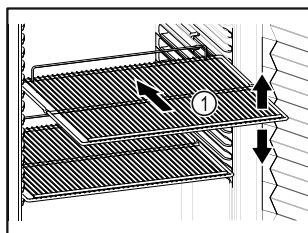

Fig. 56
- Če je odlagalna rešetka Fig. 56 (1) premična, jo prilagodite po višini.